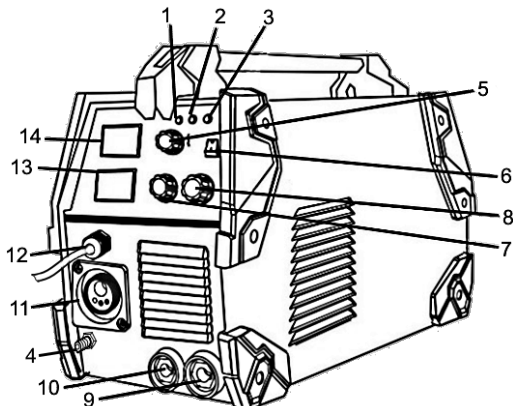
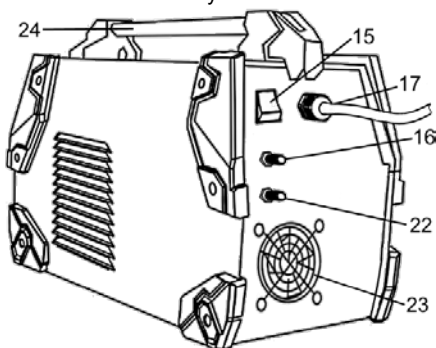
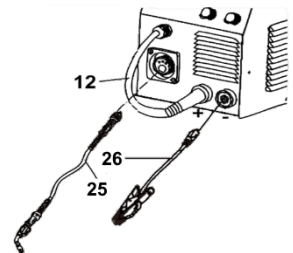

Рисунок 1
Рисунок 2
Рисунок 4
2.2.3 Індикатор термостатичного захисту (2, рисунок 1) вимкнений, якщо апарат працює нормально. Світіння даного індикатора свідчить про те, що перевищена температура всередині апарату і спрацював захист від перегріву. Сам апарат при цьому ввімкнений, але електроживлення на зварювальний контур не подається доти, поки не буде досягнута нормальна температура. При цьому вбудований вентилятор (23, рисунок 2) системи охолодження продовжує свою роботу та після достатнього охолодження, апарат запускається автоматично.
2.2.4 Індикатор «QC» (3, рисунок 1) поєднує індикацію роботи трьох функцій захисту електроніки виробу. Індикатор світиться у випадку спрацювання функції/функцій захисту при струмовому перевантаженні, захисту від перевантаження вихідних транзисторів IGBT, захисту від низької/високої напруги в електромережі.
2.2.5 Електродотримач має універсальну конструкцію для використання всіх типів стандартних електродів з обмазкою для зварювання металів. Струм зварювання виставляється за допомогою потенціометра (7, рисунок 1) залежно від типу і діаметра встановленого електрода, параметрів заготовки, складу металу, типу зварного з'єднання тощо.
2.2.6 У разі використання виробу в режимі напіваавтомата, потенціометр (7, рисунок 1) регулює швидкість подачі зварювального дроту.
2.2.7 Виріб оснащений двома дисплеями (13 та 14, рисунок 1) для відображення напруги та зварювального струму, що додає зручності при налаштуванні відповідних параметрів зварювання.
Зварювальні кабелі встановлюються у відповідні роз'єми (9, 10 та 11, рисунок 1) в залежності від обраного режиму зварювання (MIG/MAG/MMA/TIG). Для під'єднання кабелів необхідно вставити штекер кабелю у відповідний роз'єм так, щоб контакт штекера входив у паз до кінця. Після чого повернути штекер кабелю за годинникову стрілку до упору і переконавшись, що він надійно зафіксований.
Для вибору необхідного режиму зварювання використовуйте трипозиційний перемикач (6, рисунок 1). Натискання на його верхню частину активує режим MMA, натискання на нижню частину – режим TIG-LIFT, проміжне положення – режими MIG/MAG.
Для увімкнення апарату переведіть перемикач «Увімк/Вимк» (15, рисунок 2) на задній панелі в положення «Увімк» («I»), індикатор живлення (1, рисунок 1) почне світитись зеленим кольором. Тримавши маску ПЕРЕД ОБЛИЧЧЯМ, проведіть кінцем електрода по місцю зварювання, причому рух має бути схожим на запалювання сірника. Це і є правильний метод отримання дуги.
Для вимкнення апарату слід перевести перемикач «Увімк/Вимк» (15, рисунок 2) на задній панелі в положення «Вимк» («O»). Індикатор живлення (1, рисунок 1) згасне.
Під'єднайте єврорукав з пальником MIG (25, рисунок 4) до роз'єму (11, рисунок 1). Поєднайте кінцеві єврорукава с 4-ма отворами в роз'ємі, вставте та зафіксуйте за допомогою стопорної гайки.
Під'єднайте кабель робочого затискача (26, рисунок 4) до роз'єму «←» (9, рисунок 1). Під'єднайте робочий затискач до об'єкта зварювання якомога ближче до місця зварювання.
Під'єднайте кабель MIG/MAG (12, рисунок 4) до роз'єму «+» (10, рисунок 1). Перемикач режимів (6, рисунок 1) потрібен знаходитися в положенні «MIG/MAG» (проміжне положення).